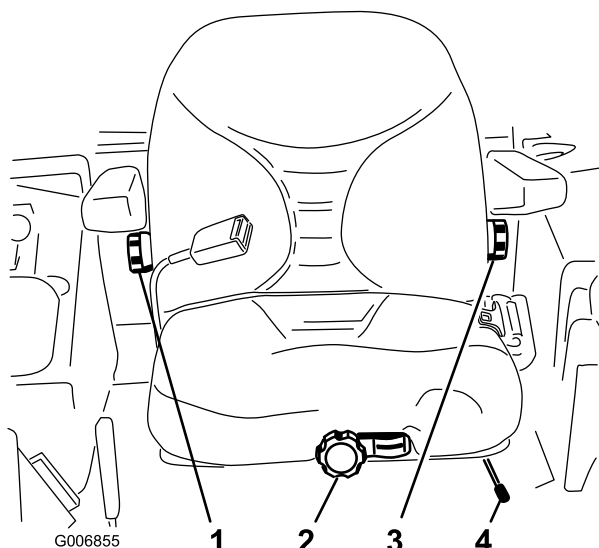

Figure 48
1. Poussez le levier de réglage sur le côté pour débloquer et régler le siège (Figure 48).
Sans vous asseoir sur le siège, tournez le bouton avant dans un sens ou dans l'autre pour obtenir la position la plus confortable (Figure 48).
Pour ce faire, tournez le bouton situé sous l'accoudoir droit dans un sens ou dans l'autre pour obtenir la position la plus confortable (Figure 48).
Pour le régler, tournez le bouton situé sous l'accoudoir gauche dans un sens ou dans l'autre pour obtenir la position la plus confortable (Figure 48).